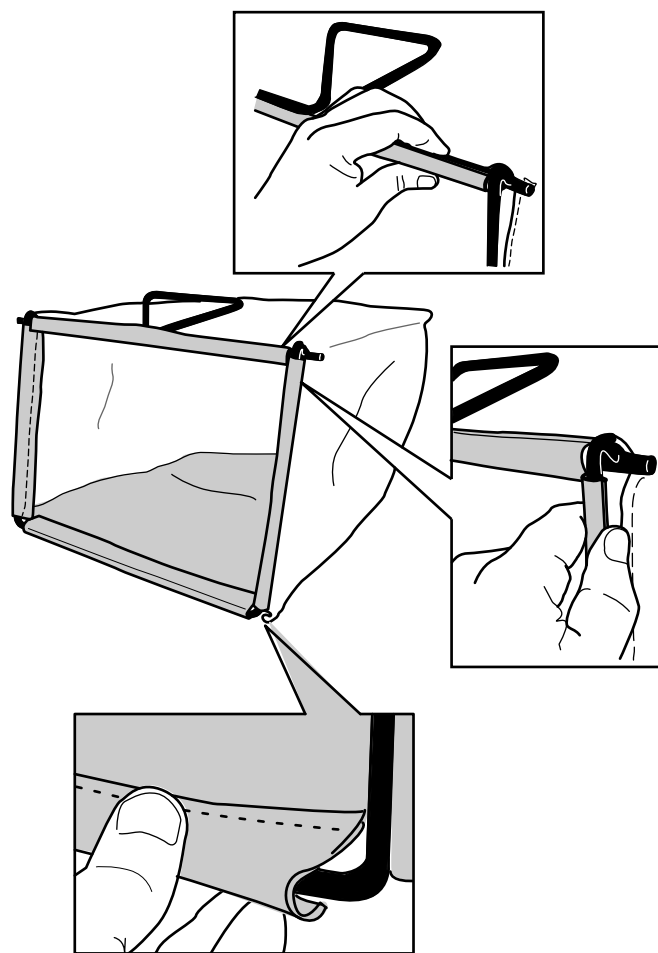

Рисунок 9
2. Зацепите нижний обод травосборника за нижнюю часть рамы (Рисунок 9).
3. Зацепите верхний и боковой ободья травосборника за верхнюю и боковые стороны рамы, соответственно (Рисунок 9).